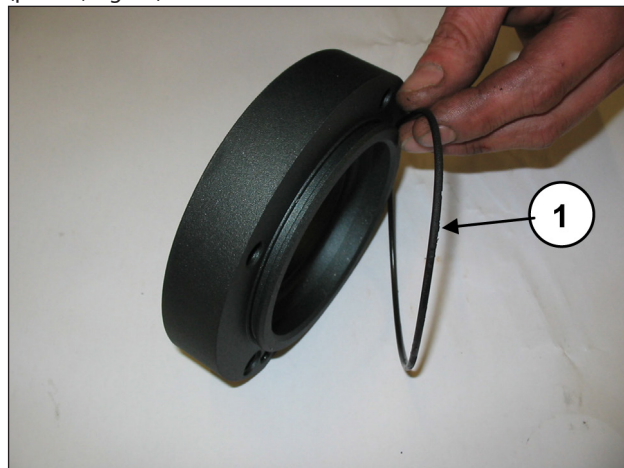
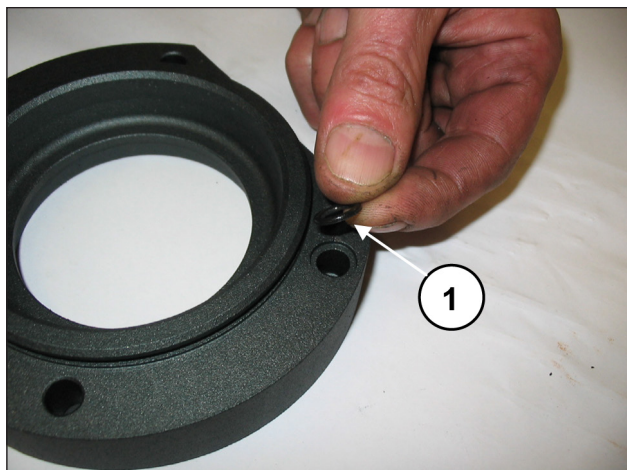

Fig. 66
Fig. 67
Aplique o anel circular externo nas coberturas do rolamento PTO (pos. ①, Fig. 66) e o anel circular do orifício de lubrificação (pos. ①, Fig. 67).